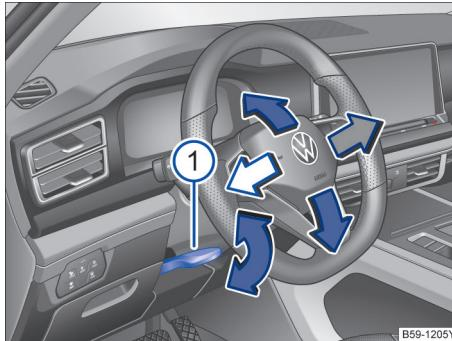

图 75 调节方向盘位置
- 将图示操纵杆→图 75①向下翻转。
- 将操作杆①用力向上推，直到它回复到锁止位置→▲。